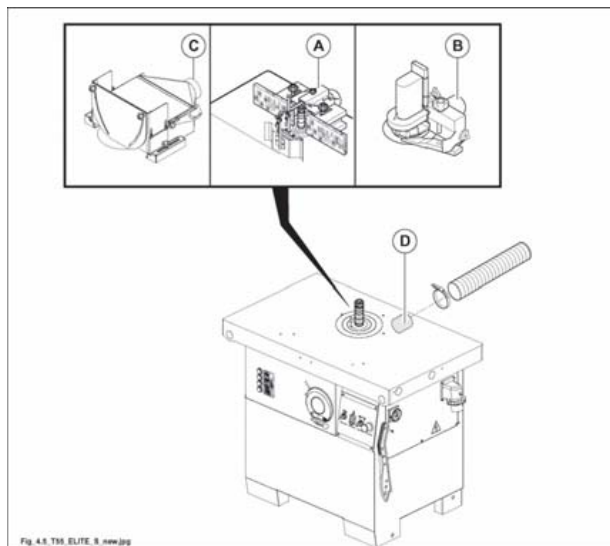

Fig. 4.5
- (A fig. 4.5) diametro 120 mm (cuffia toupie)
- (B fig. 4.5) diametro 100 mm (cuffia per sagomare)
- (C fig. 4.5) diametro 120 mm (cuffia toupie per tenonare)
- (D fig. 4.5) diametro 120 mm (attacco basamento)